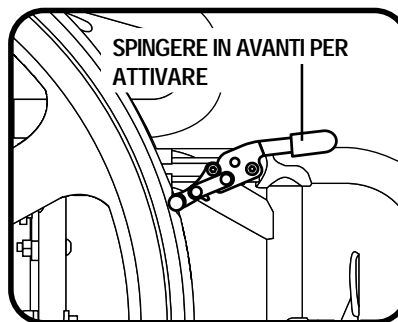

Figura 2. Freno di parcheggio destro attivato
1. Attivare i due freni di parcheggio. Vedere figura 2.
3. Verificare che i due freni di parcheggio siano inseriti. Vedere figura 2.